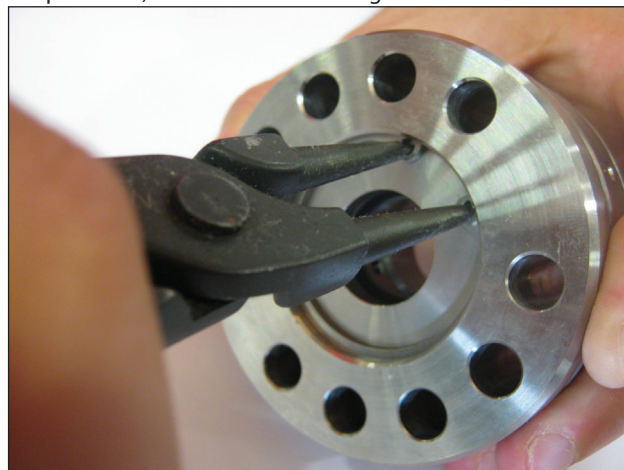
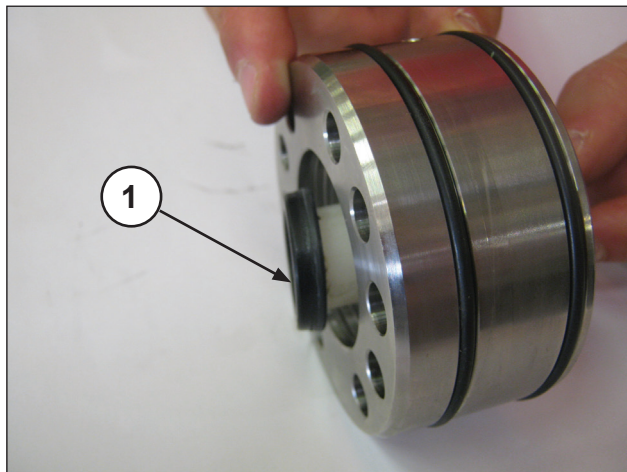

Fig. 126
Fig. 127
- Rimuovere l'anello seeger e l'anello di ritegno tenute come indicato in Fig. 126, e con una apposita spina in materiale plastico estrarre la guarnizione di tenuta LP (bassa pressione) ① come indicato in Fig. 127.